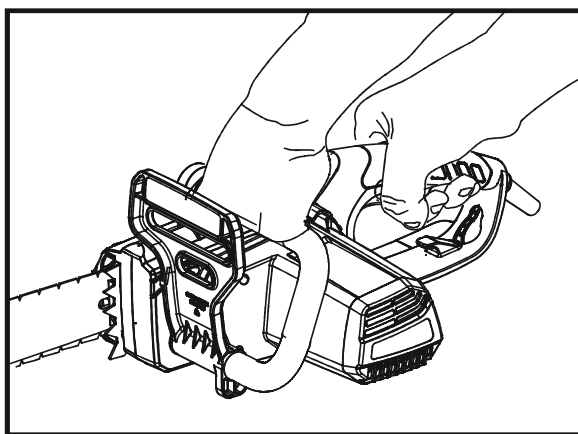

Fig. 15
1. Certifique-se de que o travão da corrente está desengatado. Desengate o travão da corrente puxando a proteção dianteira (alavanca do travão da corrente) (4) para trás, em direção à pega dianteira (3).
2. Coloque o produto em qualquer superfície plana adequada, certifique-se de que a corrente (12) não está a tocar na superfície ou noutros objetos.
3. Segure o produto com a mão esquerda na pega dianteira (3) e a mão direita na pega traseira (1) (Fig. 15).